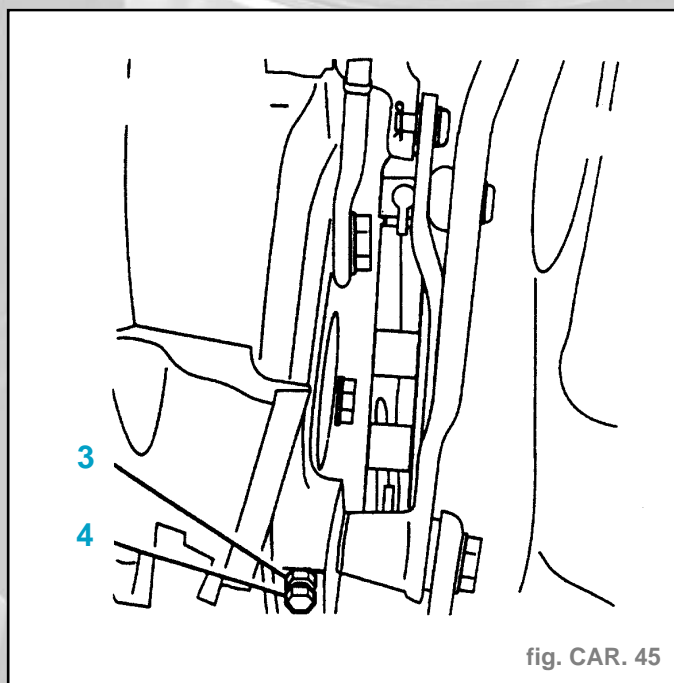

fig. CAR. 45
- Dévisser le contre-écrou (3) (fig. CAR. 45).